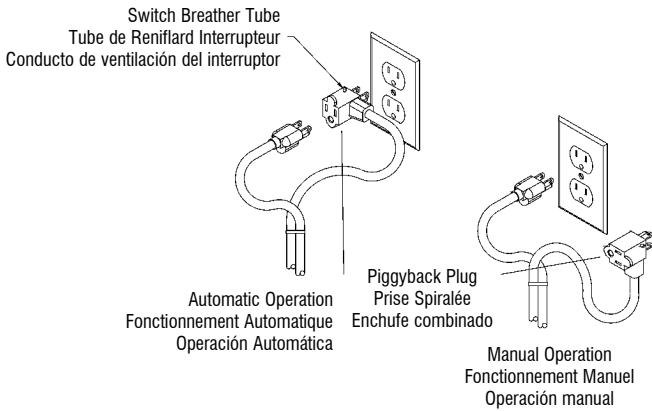

FIG. 1
1. Pour un fonctionnement automatique, branchez la prise de la pompe à la prise spiralée, puis la prise spiralée à une prise correctement mise à la terre. Pour un fonctionnement manuel, branchez la prise de la pompe directement à une prise correctement mise à la terre. Ces connexions sont illustrées sur la Figure 1.
4. Le cordon interrupteur contient un petit tube de reniflard blanc qui dépasse de la prise interrupteur (Figure 1). Assurez-vous que le cordon interrupteur n'est pas pincé et que le flux d'air dans le tube de reniflard n'est pas obstrué. Ne laissez pas pénétrer d'eau dans le tube de reniflard. Un flux d'air non obstrué est nécessaire pour le fonctionnement correct de l'interrupteur.